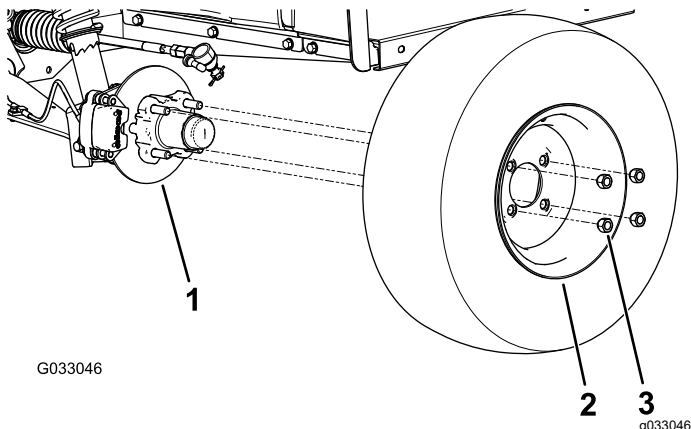

Bild 25
2. Nehmen Sie die vier Radmuttern ab, mit denen das Rad an der Radnabe befestigt ist (Bild 25).
4. Fluchten Sie die Löcher im Rad mit den Bolzen der Nabe aus und montieren das Rad so an der Nabe, dass das Reifenventil außen ist (**Bild 25**).
5. Befestigen Sie das Rad mit den Radmuttern an der Nabe (**Bild 25**).